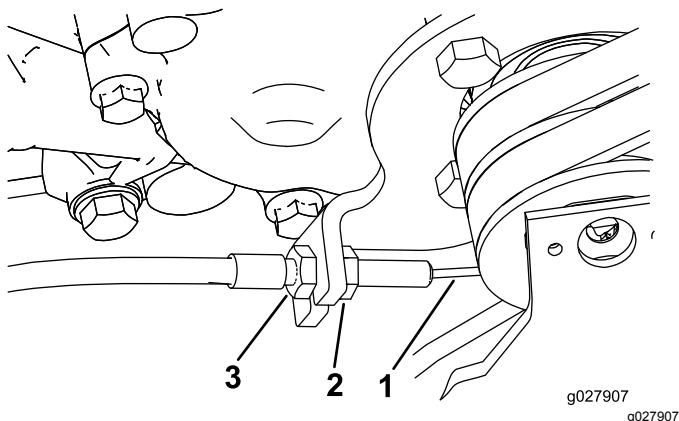

Рисунок 49
3. Для увеличения натяжения троса ослабляйте переднюю контргайку троса, одновременно затягивая заднюю контргайку троса (Рисунок 49) до получения на рычаге управления тягой требуемого усилия 8–9 Н·м.